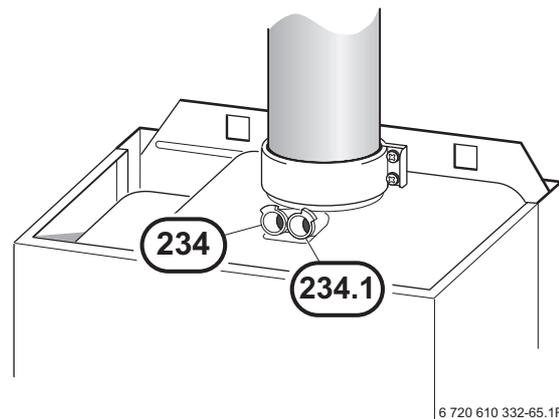

Fig. 71
- ▶ Rimuovere il tappo della presa di analisi aria comburente (234.1), (Fig. 71).
- ▶ Rimuovere il tappo della presa di analisi combustione gas (234), (Fig. 71).
- ▶ Riapplicare il tappo di chiusura alla prese di analisi (234).